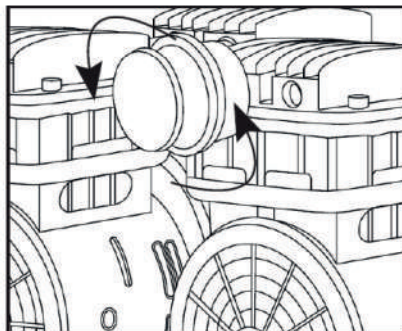

Рис. 6
4. Установите на каждый поршневой блок воздушный фильтр (Рис. 6).